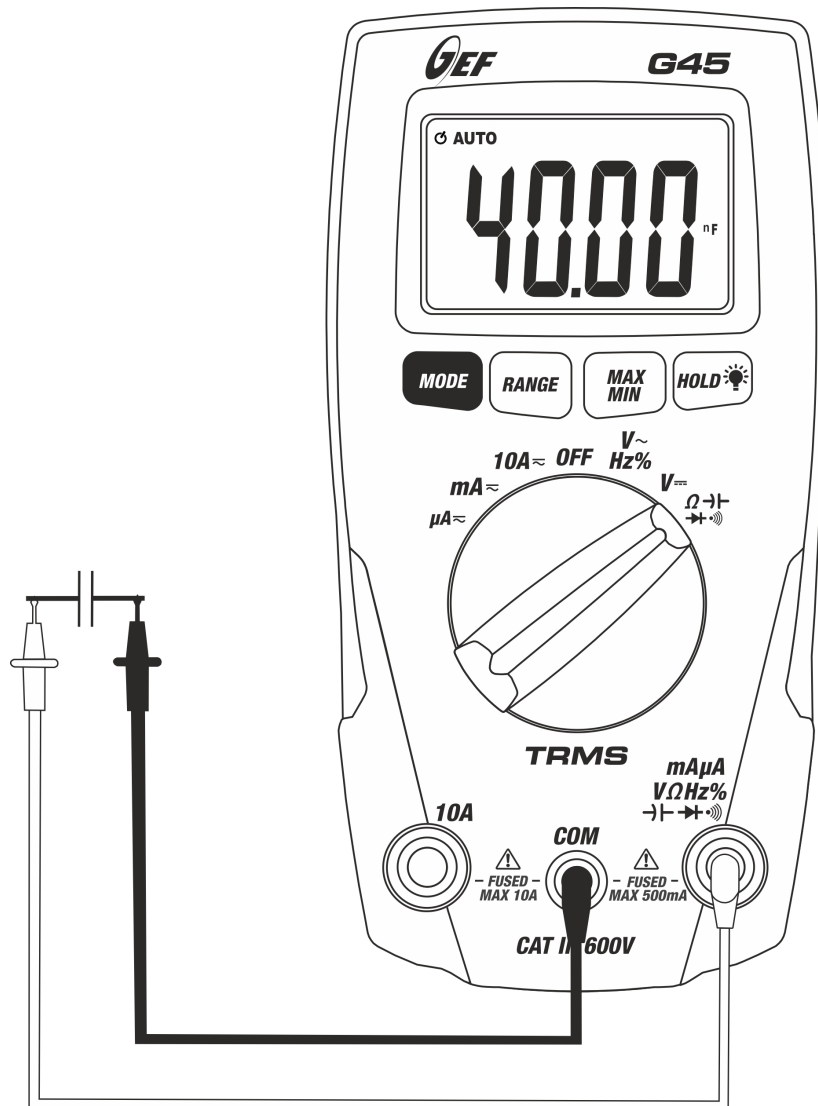

Fig. 7: Uso del instrumento en medida de Capacidad
4. Conecte las dos puntas de prueba observando eventualmente la polaridad positiva (prueba rojo) y negativa (prueba negro) de el capacitor in examen (ver Fig. 7). Será visualizado el valor de capacidad en el visualizador